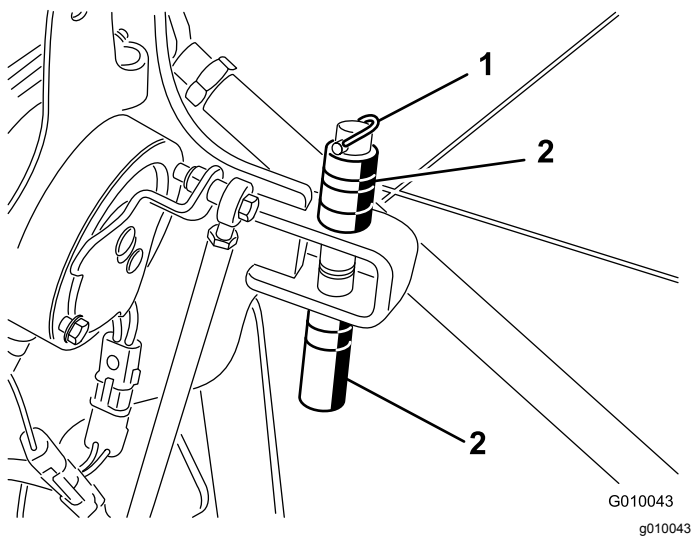

Figura 29
2. Retire el pasador de seguridad que retiene los espaciadores y los bulones de profundidad (Figura 29).